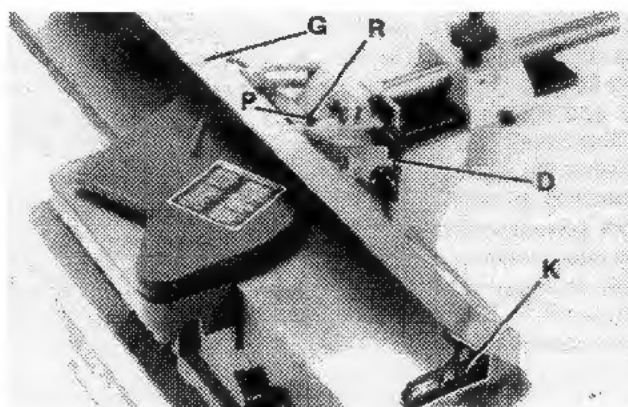

FIGURE 39
7. Inclinez le guide (G) Fig. 39, vers l'avant le plus loin possible et serrez la poignée de verrouillage (D). Placez un équerre (K) sur la table et contre le guide, vérifiez si le guide est à 45° vers l'avant de la table.
8. Si un ajustement est nécessaire, déserrez l'écrou de verrouillage (P) Fig. 39. Tournez la vis (R) jusqu'à ce que le guide est à 45° vers l'avant de la table.